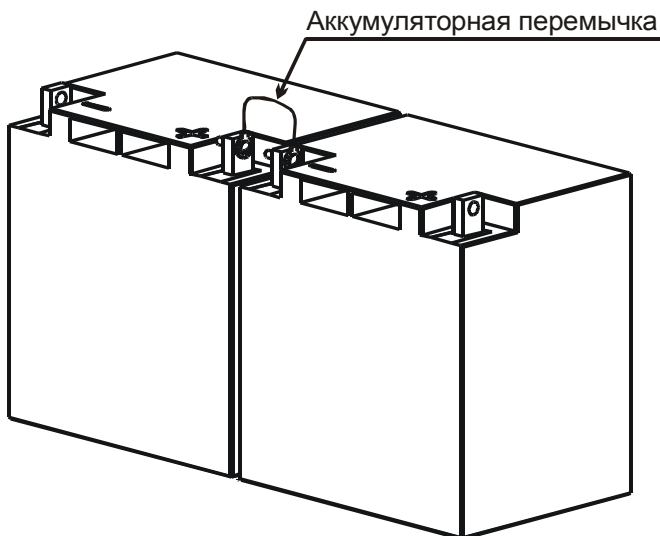

Рисунок 3 –схема соединения аккумуляторов в батарею
- соединить аккумуляторной перемычкой два аккумулятора в батарею (см. рис.3).